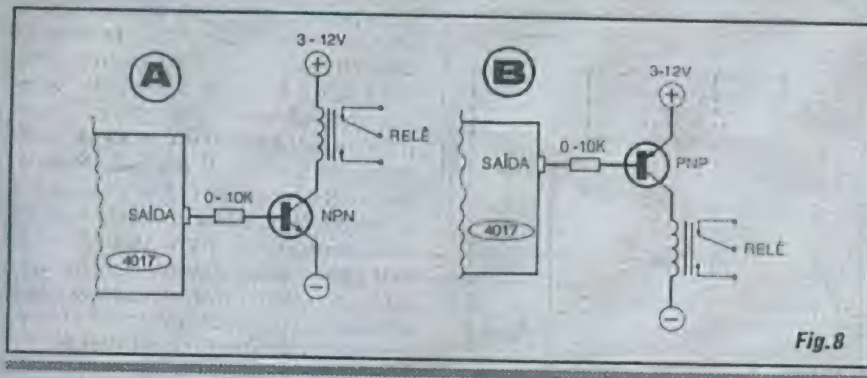

Fig. 8
- FIG. 8-A - MANEJANDO CARGAS AINDA MAIS "BRAVAS" (COM TRANSISTOR NPN E RELÊ) - Se, além do imediato "reforço" de Corrente proporcionado por um transistor, estabelecermos como carga de *coletor* deste um relê, poderemos então controlar cargas *realmente bravas* (através dos contatos de utilização do dito relê...). Novamente observar que a alimentação C.C. do conjunto transistor/relê *pode*, perfeitamente, ser em Tensão *diferente* daquela destinada à energização do Integrado (sempre mantendo a linha de "terra" *comum* aos dois blocos circuitais...). Notar que, como os contatos de utilização do relê são completamente *independentes*, em termos elétricos, nada impede que eles chaveiem cargas sob *elevada* Corrente e/ou Tensão (mesmo sob centenas de Volts ou milhares de Watts...),
- FIG. 8-B - TRANSISTOR PNP COM RELÊ... - Tudo igual (salvo as polaridades invertidas...) ao diagrama/estrutura anterior, porém agora com transistor PNP, como que a ativação do *boost* se dá com a respectiva Saída do 4017 em estado "baixo"... Tanto em 8-A quanto em 8-B, notar que embora os exemplos (por questões de pura simplificação do desenho e facilitação do entendimento...) mostrem *apenas* uma Saída do 4017 sendo utilizada, é claro que *até* todas as suas 10 Saídas operacionais sequenciadas podem comportar módulos de *boost*... Isto, aliás, vale para *todos* os exemplos/aplicativos da presente "Lição"...